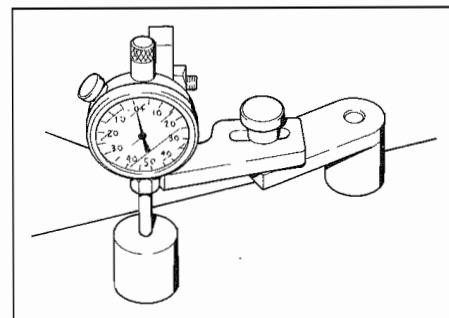

Fig. 34
34. Utilizzando una piccola base magnetica ed un blocchetto di riscontro, azzerare il comparatore alla misura ottenuta al punto 33. e). Questo metodo di regolazione del comparatore è illustrato in **Fig. 34**.
34. Using a small magnetic base block and a setting piece or slip blocks set the clock to the dimension obtained in 33. e). This method of clock setting is as shown in **Fig. 34**.